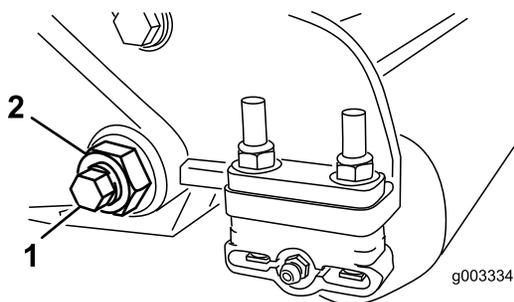

Рисунок 27
3. С каждой стороны машины ослабьте контргайку, крепящую болт планки неподвижного ножа (Рисунок 27).
4. Удалите болты планки неподвижного ножа, потяните планку неподвижного ножа вниз и отсоедините ее от машинного болта (Рисунок 27).